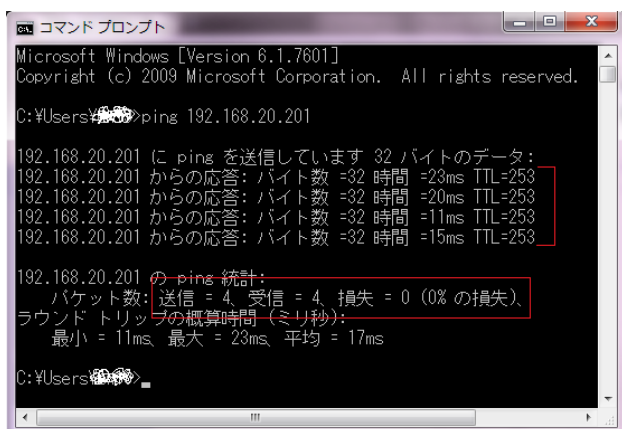

図 3-1
2. (1)項と同様にコマンドプロンプトを起動し、“ping 192.168.10.201”のように ping の後に半角スペースと設定した IP アドレスを入力し Enter を押します。4 回通信確認をし、その結果を表示します。図 3-1 は 4 回すべてにレスポンスがあったことを表示しています。